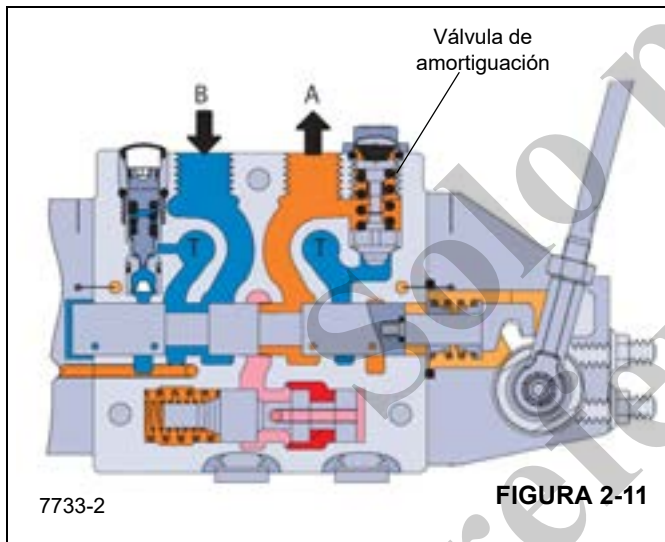
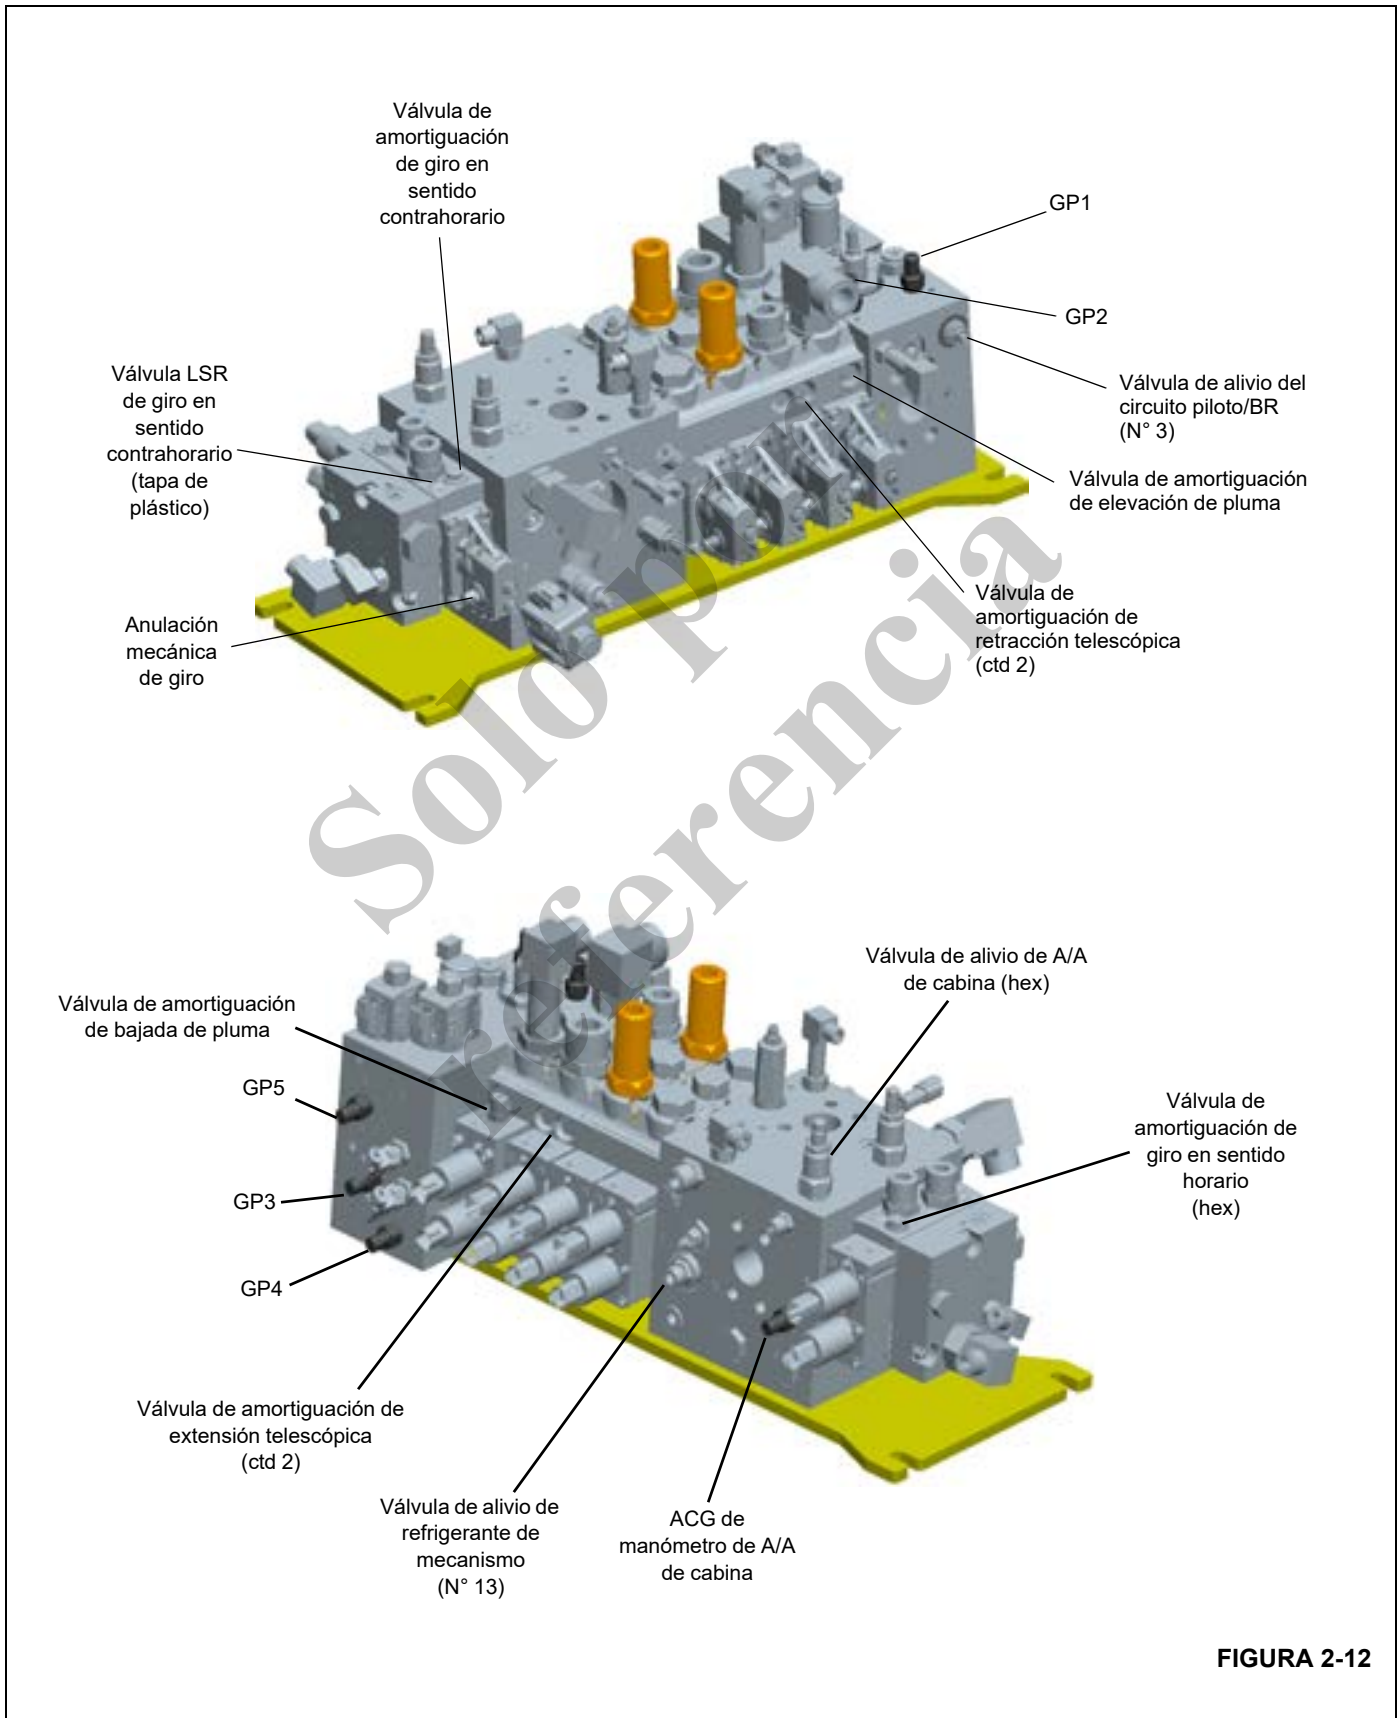

FIGURA 2-11
FIGURA 2-12
- b. Para la función de giro, consulte la Figura 2-11 con la vista en corte de la sección de la válvula genérica. Hay válvulas de amortiguación a cada lado de la sección de la válvula ubicadas de forma adyacente a cada lumbrera de trabajo (vertical).
- La elevación de pluma tiene una sola válvula de amortiguación en la sección de la válvula con un ajuste fijo de 280 bar (4061 psi) como se muestra en la Figura 2-12.
- La bajada de pluma tiene una sola válvula de amortiguación en la sección de la válvula con un ajuste fijo de 140 bar (2031 psi) como se muestra en la Figura 2-12.
- La función de extensión telescópica tiene dos válvulas de amortiguación en la sección de la válvula y cada una tiene un ajuste de 175 bar (2538 psi) como se muestra en la Figura 2-12.
- La función de retracción telescópica tiene dos válvulas de amortiguación en la sección de la válvula y cada una tiene un ajuste de 140 bar (2031 psi) como se muestra en la Figura 2-12.
- Las funciones de giro en sentido horario/contrahorario tienen cada una solo una válvula de amortiguación en la sección de la válvula con un ajuste fijo de 210 bar (3045 psi) como se muestra en la Figura 2-12. Esto no se puede cambiar, ni ajustar, etc. Consulte los comentarios en la Sección A para verificar este ajuste en el conjunto de la válvula de amortiguación física, si tiene dudas.
- El ajuste de giro se debe fijar con la válvula de alivio de detección de carga (LSRV) para cada dirección porque esto es ajustable a la configuración de válvula de amortiguación que se mencionó antes. Estas válvulas de alivio de detección de carga se ubican debajo de los tapones redondos de plástico negro ubicados a cada lado de la sección adyacente a las válvulas de amortiguación, como se muestra en la Figura 2-11 y la Figura 2-12.
Con el freno de giro bloqueado, active la válvula con una llave de cubo de 9 mm en la leva del carrete (Figura 2-12). Al tirar de la llave hacia arriba se ajusta el giro en sentido contrahorario y al empujarla hacia abajo se ajusta el giro en sentido horario.
- El acondicionador de aire de la cabina tiene una válvula de alivio única en el colector de entrada central de la válvula de control de sentido con un ajuste de 100 bar (1450 psi) como se muestra en la Figura 2-12.
- Instale un manómetro con capacidad mínima de 345 bar (5000 psi) en la lumbrera para manómetro ACG en el colector de entrada central de la válvula de control (Figura 2-12).
- El circuito de suministro piloto tiene una válvula de alivio única en el colector de entrada de la válvula de control de sentido con un ajuste de 21 bar (300 psi) como se muestra en la Figura 2-12.
- a. Instale un manómetro con capacidad mínima de 69 bar (1000 psi) en la lumbrera para manómetro GP5 en el colector de entrada de la válvula de control (Figura 2-12).
1. El circuito de liberación del freno de giro tiene una válvula de alivio única en el colector de entrada de la válvula de control de sentido con un ajuste de 21 bar (300 psi) como se muestra en la Figura 2-12.
- a. Instale un manómetro con capacidad mínima de 69 bar (1000 psi) en la lumbrera para manómetro GP4 en el colector de entrada de la válvula de control (Figura 2-12).
1. El circuito de aplicación del freno de giro se controla por medio de una válvula de solenoide proporcional que se ilustra en la Figura 2-12 y no se puede ajustar.
- a. Instale un manómetro con capacidad mínima de 69 bar (1000 psi) en la lumbrera para manómetro GP3 en el colector de entrada de la válvula de control. Vea la Figura 2-12.
1. El circuito de refrigerante del mecanismo tiene una única válvula de reducción en el colector de entrada central de la válvula de control de sentido con un ajuste de 60 psi (4 bar) como se muestra en la Figura 2-12 (válvula de alivio de refrigerante del mecanismo N° 13).
- a. Instale un manómetro con capacidad mínima de 345 bar (5000 psi) en la lumbrera para manómetro GP2 en la válvula de control de sentido (Figura 2-12).